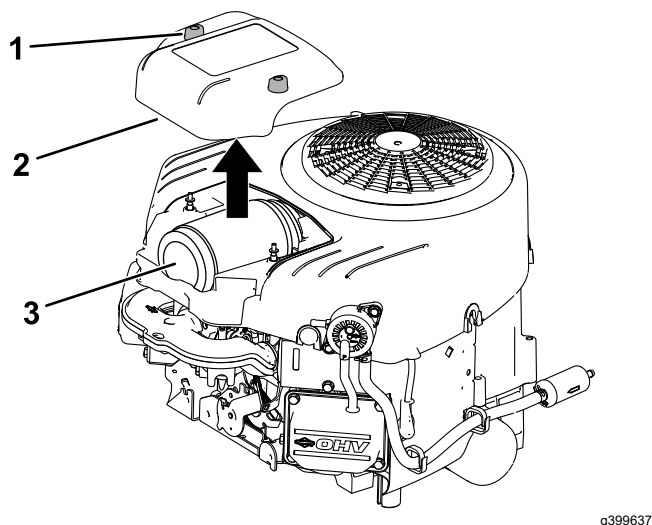

Figura 39
3. Montate la copertura e serrate i dispositivi di fermo (Figura 39).